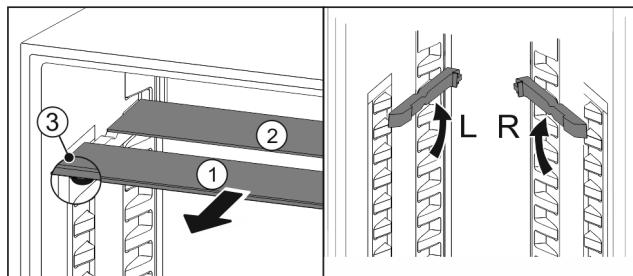

Fig. 78
- ▶ 将玻璃隔板逐个向前拉出 Fig. 78 (1)。
- ▶ 带装饰条的玻璃隔板 Fig. 78 (1) 在前。
- ▶ 阻挡装置 Fig. 78 (3) 指向下方。